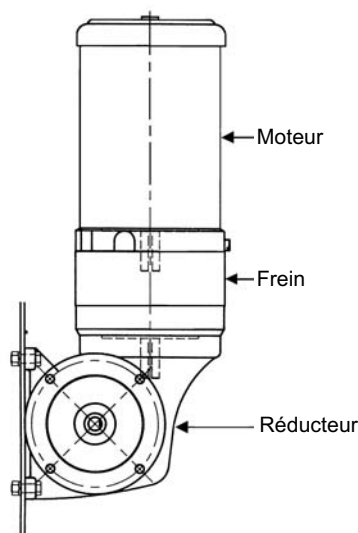

Figure 3 – Montage d'un frein – Position verticale sous le moteur
**REMARQUE :** Les freins peuvent être montés dans toutes les positions. La longévité du ou des disques rotatifs diminue lorsqu'ils sont montés dans des positions autres qu'à l'horizontale. La réduction de cette longévité peut atteindre 20% suivant le modèle, la charge et la position. L'orifice de vidange des freins doit être en bas. Si l'application provoque une condensation excessive, un montage vertical en-dessous du moteur n'est pas recommandé (Voir Figure 3).